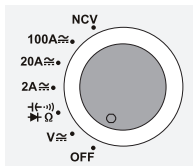

图2
- 当旋转开关 (3) 处于 OFF 位置时, 产品关机 (见图2)。使用完毕请关闭产品。
- 可用旋转开关选择某一测量功能。一些测量功能的量程是自动选择的。即设备会选择合适的量程。LCD显示屏 **Auto** (F)。